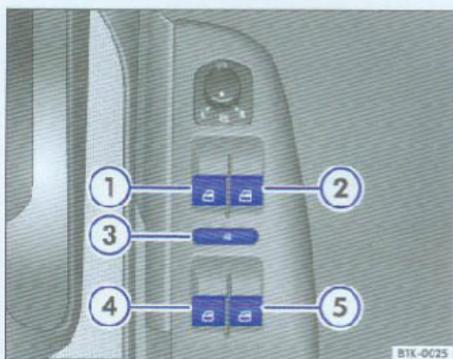

图26 驾驶员侧车门上的电动门窗按钮
- 按压按钮 ② 即可打开相应车窗 ⇒ 图26。
- 上提按钮 ④ 即可关闭相应车窗 ⇒ !
电动门窗按钮⇒图26具有两档功能，从而便于将门窗升降至所需位置。